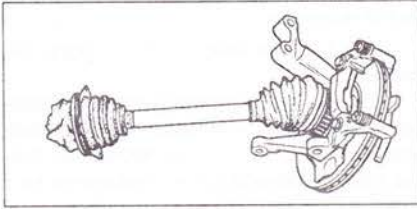

Рис. 5.21. Примите меры предосторожности, чтобы не повредить пыльники.
20. Примите меры предосторожности, чтобы не повредить пыльники (рис. 5.21).